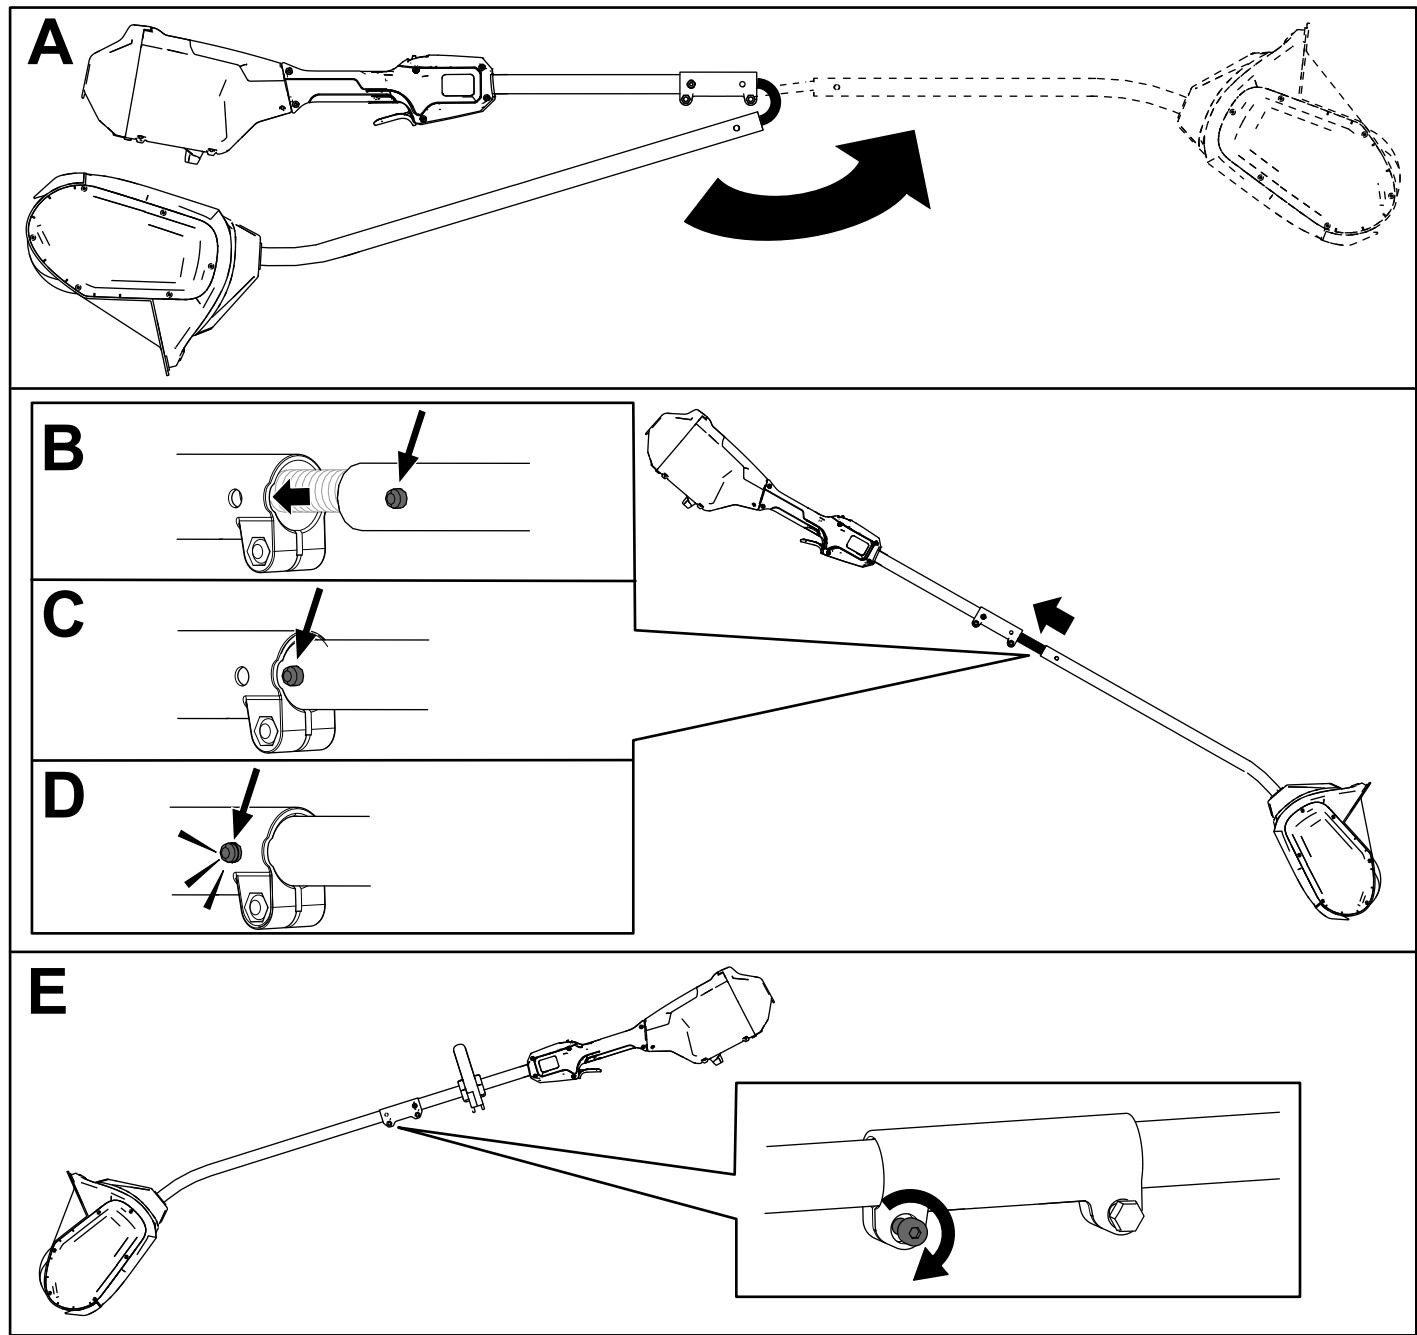

Figure 3
1. Dépliez le manche (encadré A de la Figure 3).
2. Alignez le bouton de verrouillage de la moitié inférieure du manche et le trou dans la moitié supérieure, et emboîtez-les 2 moitiés ensemble (B et C de la Figure 3).
**Remarque:** Le bouton de verrouillage s'enclenche dans le trou quand les deux moitiés du manche sont correctement emboîtées (D de la Figure 3).
3. À l'aide de la clé Allen fournie, serrez la vis sur le connecteur du manche jusqu'à ce qu'il soit bien fixé (E de la Figure 3).